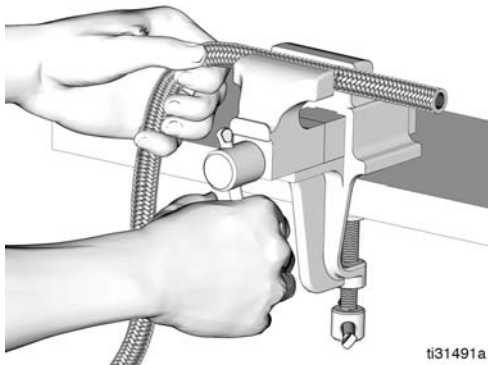

FIG. 56
1. Asegure el extremo de la manguera en un tornillo de banco (FIG. 56).